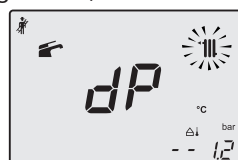

Figura 9.27
- Premendo ulteriormente il tasto 24 è possibile variare nuovamente la potenza in modalità spazzacamino: con visualizzazione sul display LCD delle lettere **dP** che si alternano con il valore di temperatura dell'acqua di riscaldamento (es. **60**), siamo in "funzione spazzacamino" alla potenza massima in sanitario" (Figura 9.27).